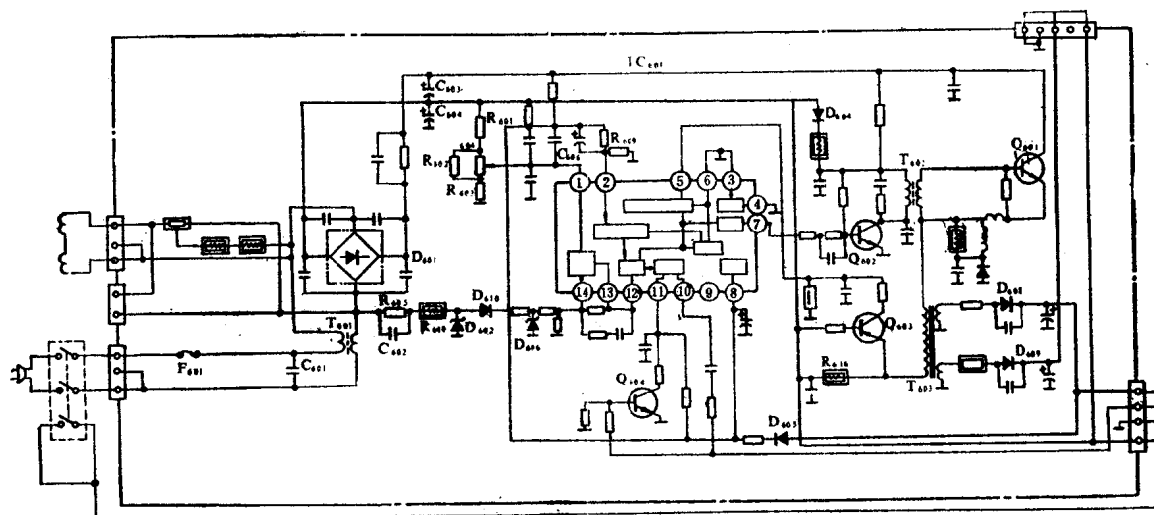

图 1-1
1. 检查交流输入电路。电路见图1-1,用万用表 $R \times 1$ 挡测量电源插头两端电阻,当电